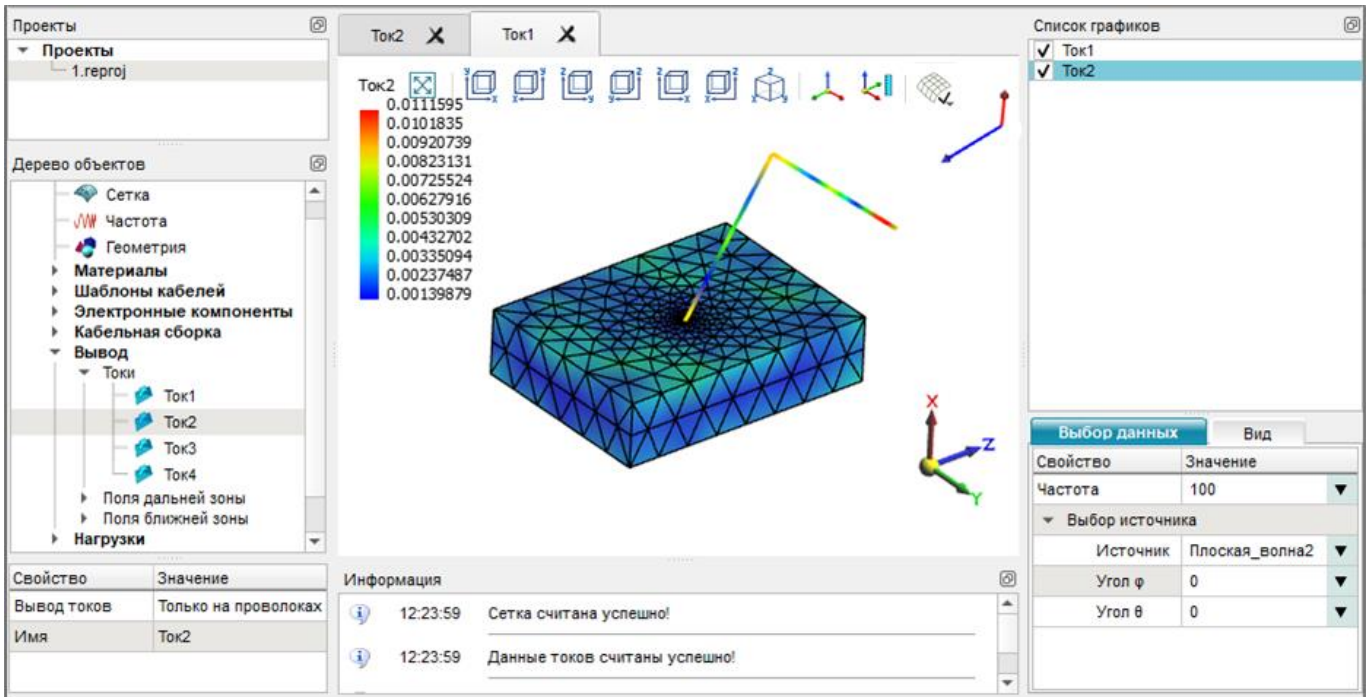

Рис. 215
18.8.3.3. Пример визуализации токов на поверхности и проводе и расчетной сетки модели в одном окне 3D визуализации при заданном значении частоты ЭМП показан на рис. 215. Источник излучения – одиночная плоская волна.